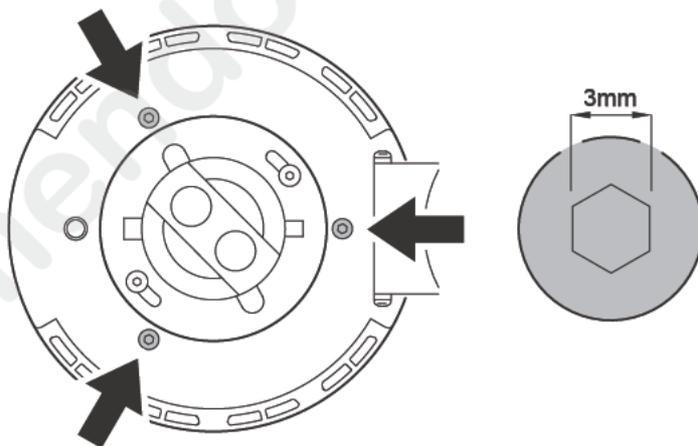

Figura 3: Tornillos ajuste de lámpara
5. Ver Figura 3. Mover los tornillos Allen hasta conseguir un haz lo más definido posible.